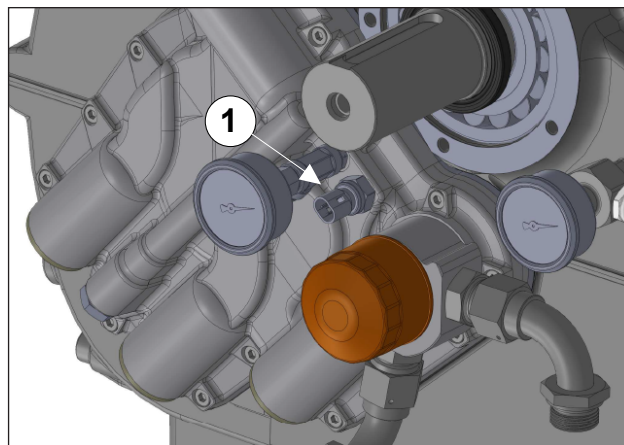

Fig. 135
Monte o sensor de temperatura do óleo (pos. ①, Fig. 135).